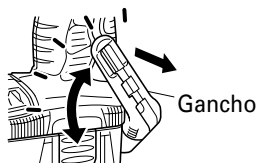

Fig. 14
(1) Operación del gancho
- (a) Extraiga el gancho hacia sí en la dirección de la flecha (A) y gírelo en la dirección de la flecha (B) (Fig. 14).